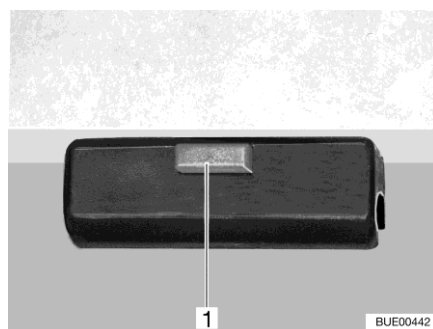

Fig. 123 Bloccaggio
- Aprire il bloccaggio (Fig. 123,1) del piano del tavolo.